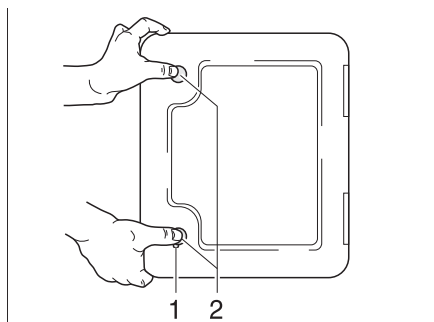

Fig. 36 Trampilla para el inodoro cassette
- Introducir la llave en el cilindro de cierre del cierre a presión (Fig. 36,1) y girarla un cuarto de vuelta.
- Presionar ambos cierres a presión (Fig. 36,2) al mismo tiempo con el pulgar y abrir la trampilla para el inodoro cassette.
- Introducir la llave en el cilindro de cierre (Fig. 36,1) y girarla un cuarto de vuelta.